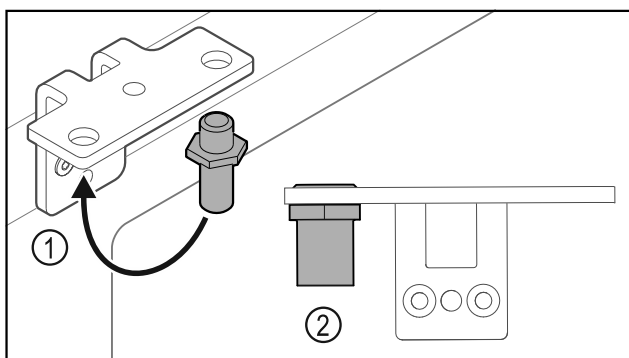

Fig. 24
- ▶ Sworznie Fig. 24 (1) przłożyć do zawiasu.
- ▶ Sworznie Fig. 24 (2) dokręcić z **momentem obrotowym 12 Nm**.